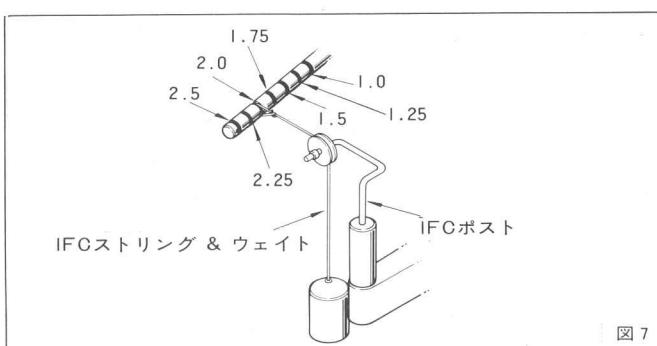

図 7
- ①IFCポストを取り付けます。
- ②IFCストリングを図7で示す針圧と同じ数値の位置へ掛け、IFCポストのローラーで吊ります。
- ①ターンテーブルにレコード盤を載せ、キュイイングレバーを下げて、針先をレコード盤に降ろします。
- ②アーム高さ固定ツマミをゆるめトーンアームを静かに上下して、レコード盤と平行になるように調整します。
- ③トーンアームが平行になった位置でアーム高さ固定ツマミを締め、固定します。